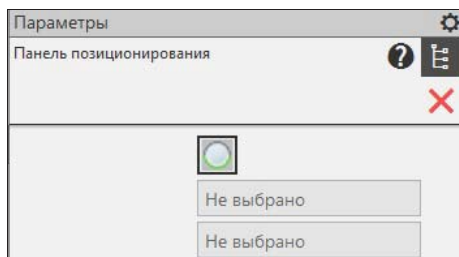

Рис. 30.29. Панель Параметры: Позиционирование
- ♦ щелкните ЛК мыши по разделу **Проточка по ГОСТ 10549-80 для наружной резьбы** — в графической области появятся модель вала и панель **Параметры: Панель позиционирования** (рис. 30.29);